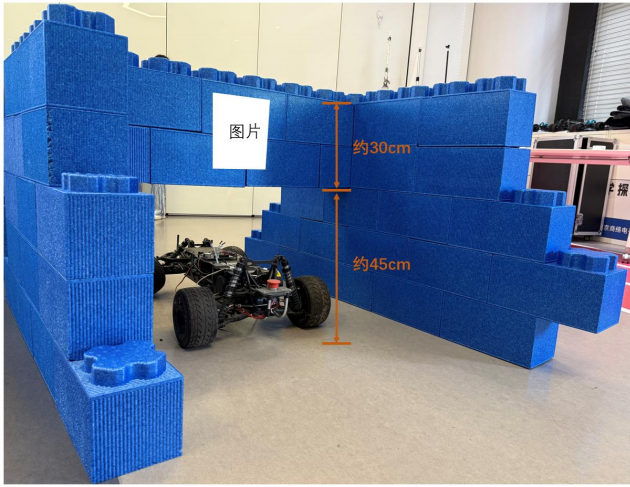

图 2 巡检区域示意图
2、 A~J 为 10 个巡检区域，巡检区域示意图如图 2 所示。每个巡检区域以头顶墙中心线为基准，沿赛道方向向前、后各延伸 0.5m。巡检图片粘贴于头顶墙表面，头顶墙正反两侧均粘贴同一张巡检图片，以保证智能车在经过头顶墙两侧时均可完成图像识别与巡检任务。